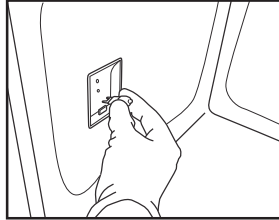

Рис. 8
4. Замініть лампу (див. примітку щодо типу лампи) (рис. 8).